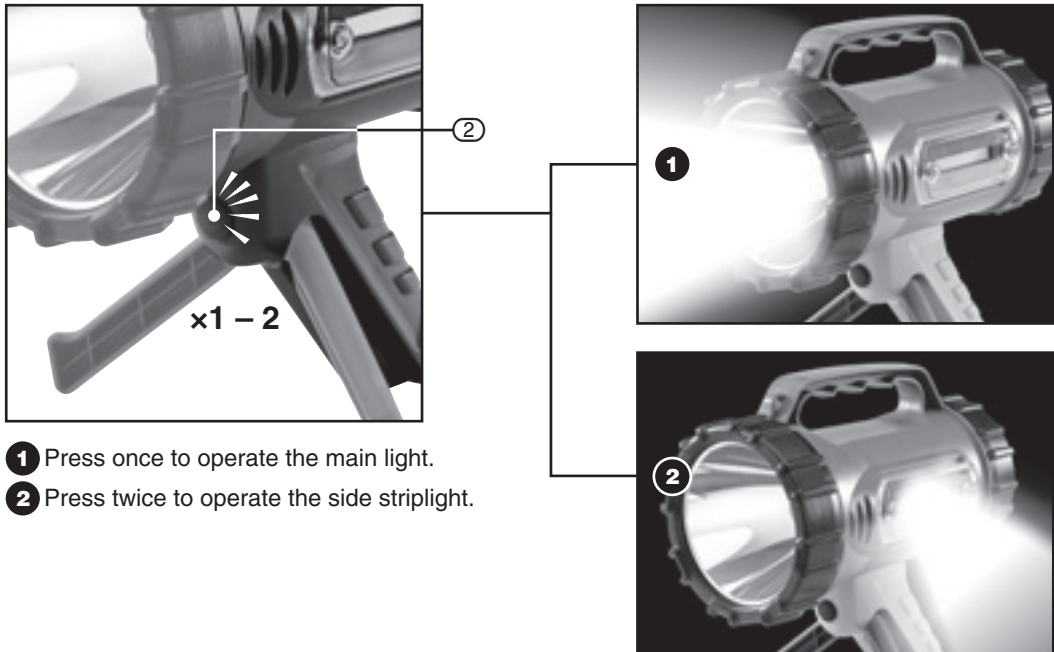

FIG.3
8.3 SPOTLIGHT OPERATION – FIGS. 3 – 4